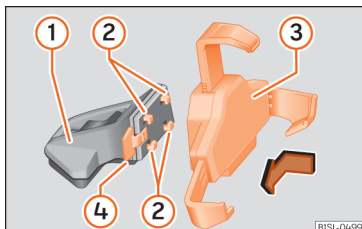
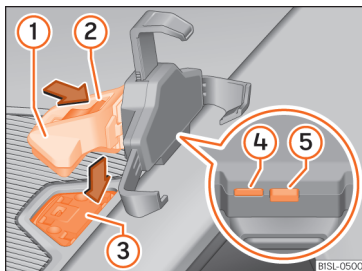

Abb. 135 Universalhalterung und Haltearm zusammenbauen.
Abb. 136 In der Mittelkonsole: Öffnungsverriegelung für die Aufnahme des Infotainment-Systems
- Drücken Sie die Entriegelungstaste » Abb. 136 ⑤ bis sich der obere Arm der Universalhalterung löst.
- Setzen Sie das Smartphone in die untere Halterungen ein. Um die unteren Halterungen einzustellen, drücken Sie die Taste » Abb. 136 ④.
- Halten Sie die Universalhalterung » Abb. 135 ③ fest und drücken Sie die Entriegelungstaste » Abb. 135 ④.
- Halten Sie den Haltearm » Abb. 136 ① fest und drücken Sie die Entriegelungstaste » Abb. 136 ④ in Pfeilrichtung.
- Stecken Sie die Universalhalterung » Abb. 135 ③ in die Verrastungen ② des Haltearms ①.
- Bewegen Sie die Universalhalterung seitlich in Richtung der Verriegelung ④ bis die Halterung hörbar einrastet » ⚠.
- Setzen Sie den Haltearm » Abb. 136 ① von oben in die Halteplatte » Abb. 136 ③ ein und drücken Sie ihn nach unten bis er hörbar einrastet » ⚠.